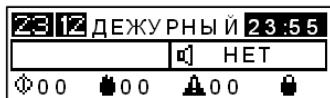

Рисунок 18
2.3.2.1 Дежурный режим – состояние готовности прибора к передаче на оповещатели речевой информации о возникновении пожара, сопровождаемое отсутствием отображения иных режимов и наличием какой-либо трансляции (рисунок 18).